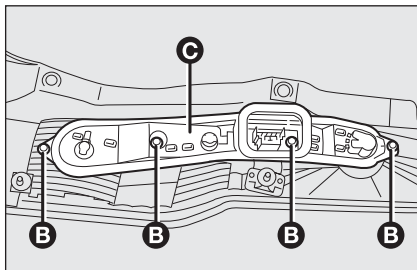

fig. 33
- dévisser les quatres vis **B**-fig. 33 des sièges correspondants;